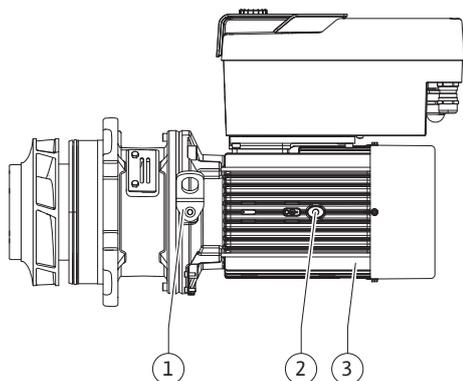

Fig. 108: Juego de introducción
13. Inserte el juego de introducción (véase la Fig. 108) en la carcasa de la bomba en la posición anterior o en otra posición deseada en ángulo. Al hacerlo, tenga en cuenta las posiciones de instalación admisibles de los componentes (véase el capítulo «Posiciones de instalación admisibles y modificación de la disposición de los componentes antes de la instalación» [► 25]).